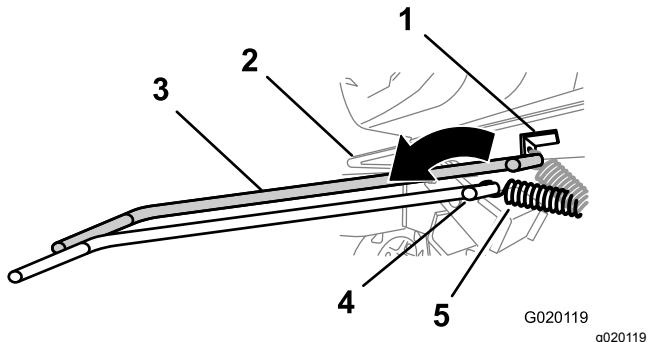

Figure 47
7. À l'aide d'un outil de dépose de ressort (réf. Toro 92-5771), déposez le ressort de la patte d'ancrage sur le plancher moteur (Figure 47).
7. À l'aide d'un outil de dépose de ressort (réf. Toro 92-5771), reposez le ressort de tension sur la patte d'ancrage sur le plancher moteur (Figure 47).